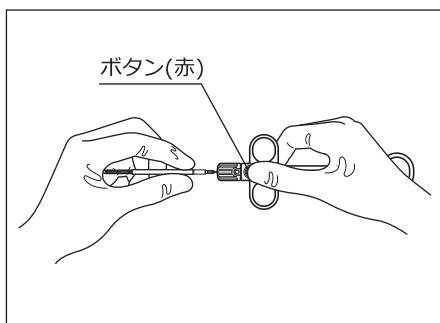

図 3.8
7. スライダのボタン(赤)を押した状態で工業用処置具操作部の先端から操作ワイヤ後端部を突き当てまで挿入し、ボタン(赤)から手を離して操作ワイヤを操作部に固定します。(図 3.8 参照)